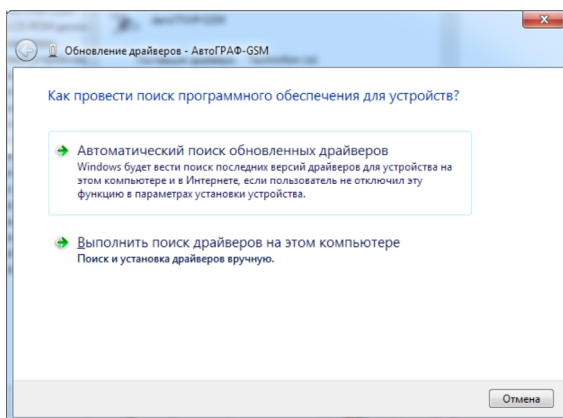

Рис.43. Обновление драйверов
3. Запустите Мастер обновления драйверов для устройства «AutoGRAPH», выберите пункт «Выполнить поиск драйверов вручную» (Рис.43).